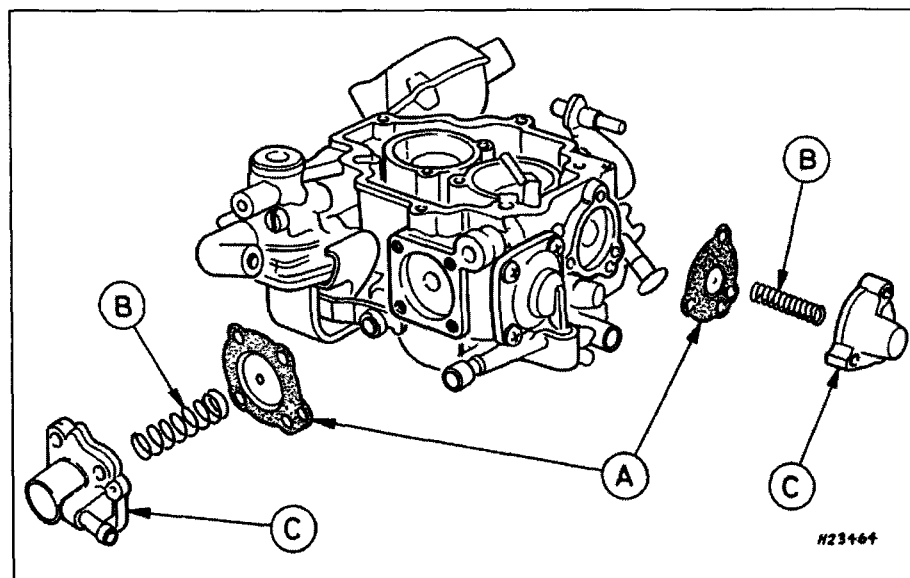

Рис. 3.18 Система обогащения на режимах малых нагрузок
- 18 На карбюраторах 28/32 (двигатели 2.0 л) отверните четыре винта и снимите крышку устройства защиты от "перегрузок", пружину и диафрагму. Диафрагма и вакуумный шланг не должны иметь повреждений (рис. 3.18).